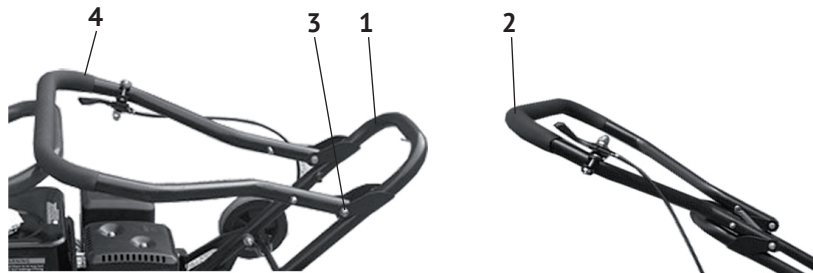

рис.2
3.1 Установка рукоятки управления в рабочее положение см. рис.2:
- ослабить болты крепления (рис.2 поз.3) верхней части рукоятки к нижней (рис.2 поз.1);
- распрямить верхнюю часть рукоятки из транспортировочного положения в рабочее, как показано на рис.2;
- прикрепить (если не установлен) двумя хомутами к верхней части рукоятки рычаг дроссельной заслонки (рис.2 поз.4).